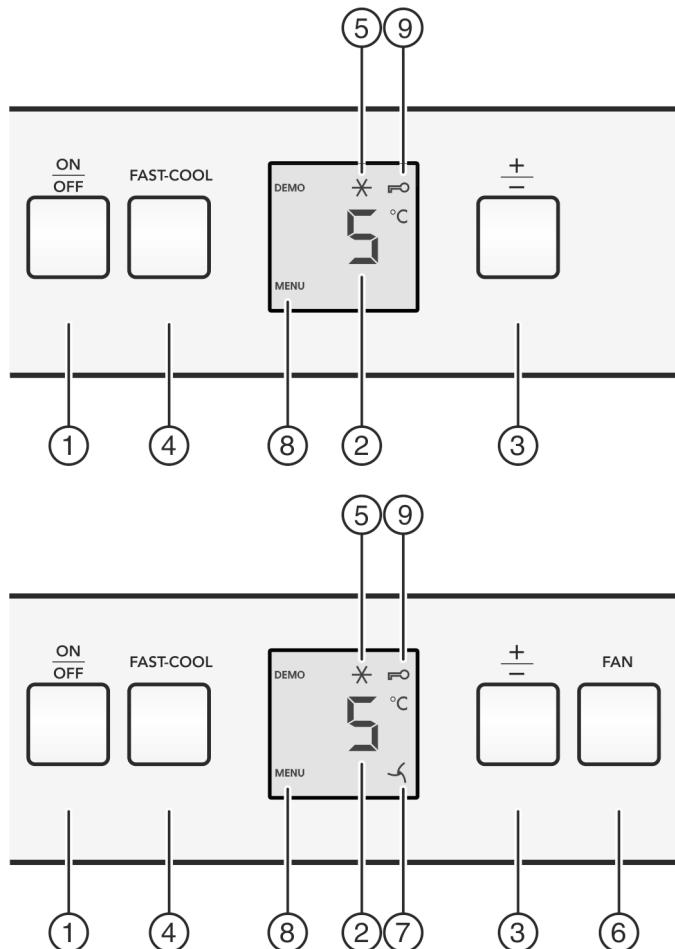

Fig. 2
- Appuyez sur la touche marche/arrêt Fig. 2 (1).
- Appuyer environ 5 secondes sur la touche Fast-Cool Fig. 2 (4).
- Le symbole Menu Fig. 2 (8) apparaît dans l'affichage.
- Confirmer brièvement avec la touche Fast-Cool Fig. 2 (4).
- Le symbole Sécurité enfants Fig. 2 (9) s'allume dans l'affichage.
- Appuyer brièvement sur la touche On/Off Fig. 2 (1).
- ▶ Appel de la fonction température : appuyer sur la touche de réglage « +/- » Fig. 2 (3).
- ▶ Modifier la température en étapes de 1 °C : appuyer plusieurs fois sur la touche de réglage « +/- » Fig. 2 (3) jusqu'à ce que la température choisie s'allume dans l'affichage de la température.
- ▶ Appuyer brièvement sur la touche Fast-Cool Fig. 2 (4).
- ▷ Le symbole Fast-Cool Fig. 2 (5) s'allume dans l'affichage.